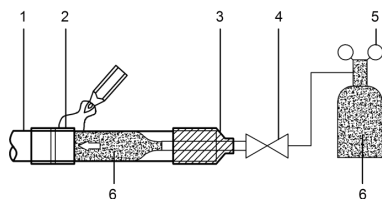

Figura 16
- Cuando la tubería se llena con nitrógeno durante la soldadura, el nitrógeno debe reducirse a 0,02 MPa al utilizar la válvula de liberación de presión. Vea la figura 16.